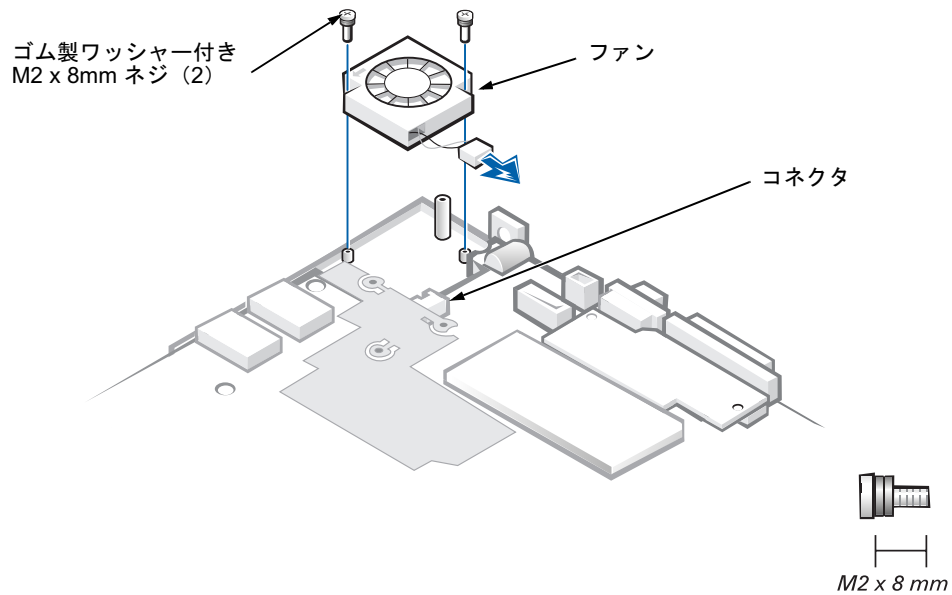

図 20 ファンの取り外し
5. ファンワイヤコネクタをシステム基板から慎重に取り外します (図 20 参照)。
6. ファンをボトムアセンブリに固定している 2 つのゴム製ワッシャー付き M2 x 8 mm ネジを取り外します (図 20 参照)。